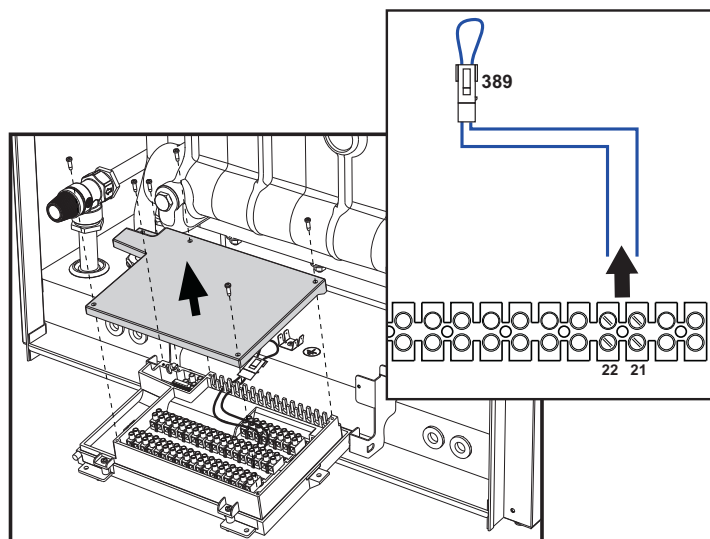

fig. 87
ATENCIÓN: Antes de conectar el termostato de ambiente o el cronomando a distancia, quite la conexión (ref. 389 fig. 87) de los bornes 21 y 22 en la caja de conexiones.